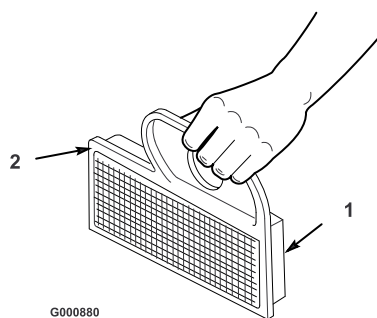

Figura 34
- A. Golpee suavemente el filtro en una superficie plana para eliminar polvo y suciedad (Figura 34).